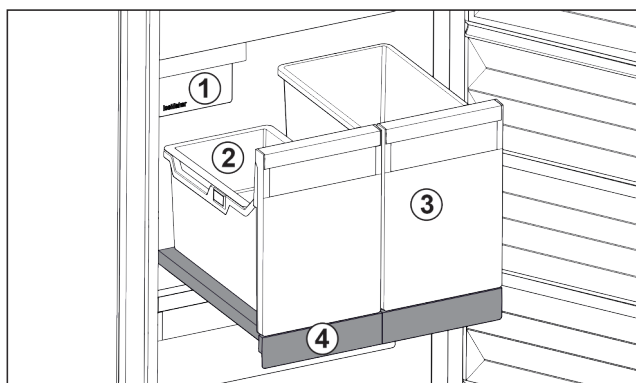

Fig. 17 Raft extractibil cu IceTower
- (1) IceMaker
- (2) Tavă suspendată pentru cuburi de gheață
- (3) Recipient de ex. pentru pizza, băuturi alcoolice
- (4) Raft extractibil
Pe raftul extractibil se află două recipiente înalte (IceTower). În recipientul din Fig. 17 (2) sunt colectate și depozitate cuburile de gheață din IceMaker. Recipientul din Fig. 17 (3) se pretează pentru depozitarea de alimente înalte cum este pizza sau băuturile alcoolice.